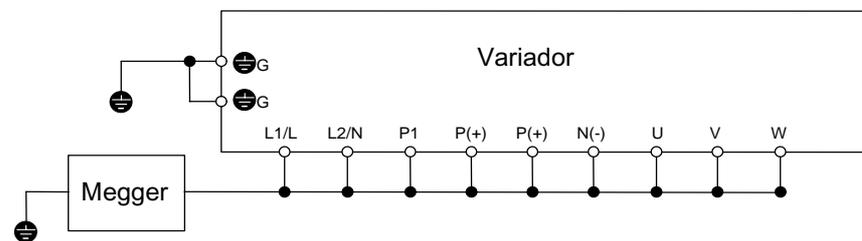

Figura 8-4-1 Test de megger
3. Conecte los terminales del circuito principal con cable común como se muestra en Figura 8-4-1.